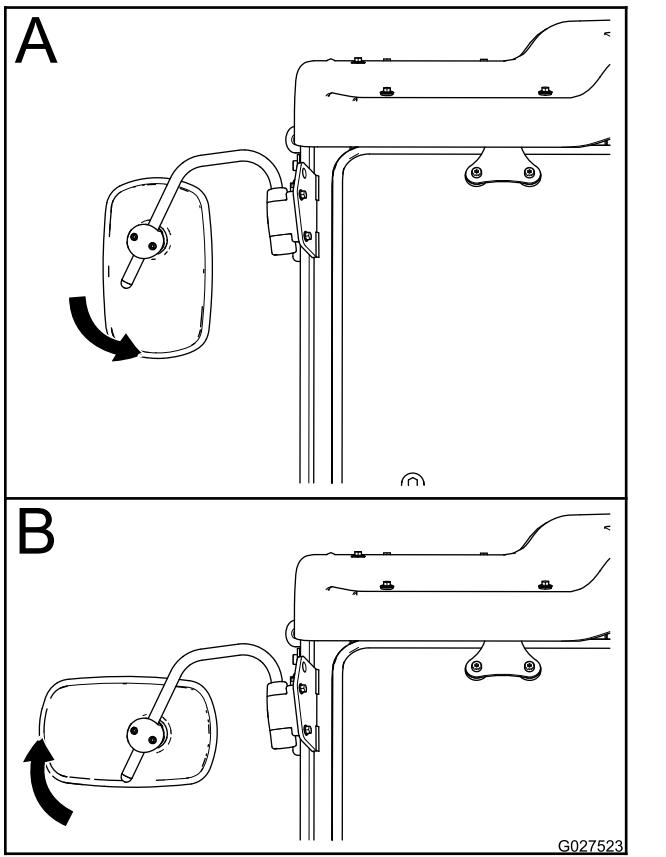

Figure 6
1. Tenez le rétroviseur à 2 mains pour le faire pivoter dans le sens horaire ou antihoraire sur sa rotule (Figure 6).